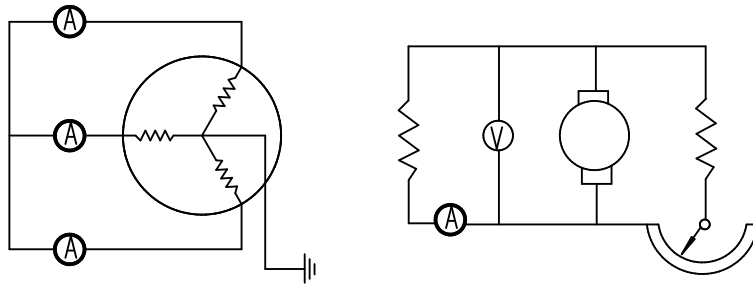

图 32 短路干燥原理接线图
a) 短路干燥法是将发电机定子的三相一齐短接,线圈是在电机侧直接短路,并在每相接一电流表,线圈在开始干燥前,机座需有可靠的接地保护,其接线原理如图 32 所示: